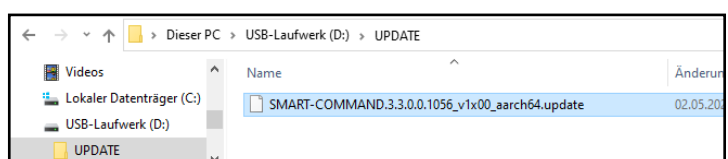

Abb. 151: Update-Ordner mit Update-Datei auf USB-Stick
4. Legen Sie die heruntergeladene Datei im Ordner „UPDATE“ ab (siehe Abb. 151).